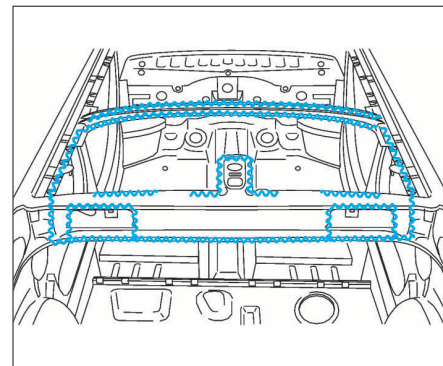

FIG. 169
- Après ajustage, déposer un cordon de colle (Fig.169).